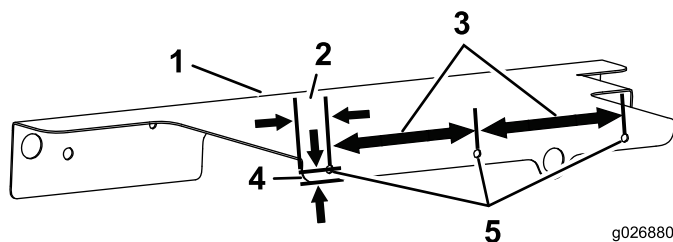

Figura 17
2. Perfore 3 taladros de 8,6 mm en el protector de la cubierta izquierda (Figura 17).